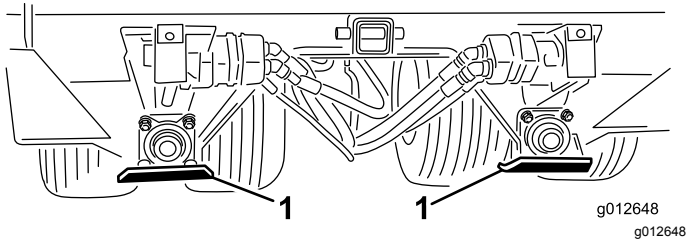

Figura 8
1. Posicione el patín como se muestra en la Figura 8.